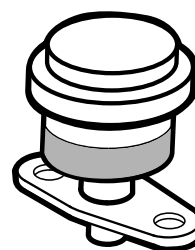

Figura 43
Effettuate la manutenzione del filtro primario dell'aria solo quando l'indicatore (Figura 43) lo richiede. Sostituendo il filtro dell'aria prima del necessario si aumenta il rischio che la morchia penetri nel motore quando si toglie il filtro.
1. Controllate la spia di ostruzione del filtro. Se la spia è rossa, sostituite il filtro dell'aria (Figura 43).